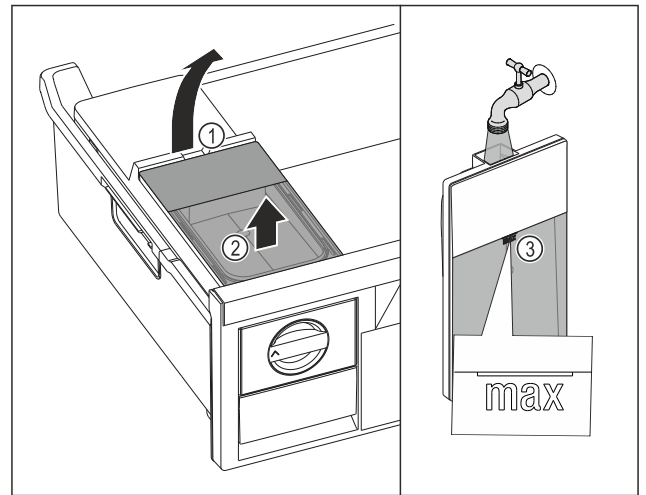

Fig. 105
- Wassertank an der Aussparung Fig. 105 (1) anheben.
- Wassertank nach oben entnehmen. Fig. 105 (2)
- Wassertank bis zur Markierung Fig. 105 (3) mit Trinkwasser befüllen.